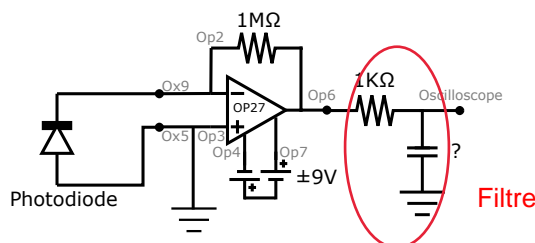

FIGURE 7 – Schéma du circuit de détection avec le filtre passe-bas.
3. Lorsque le signal d'acquisition augmente de façon abrupte, il arrive souvent qu'un pic de haute fréquence soit observé. Pour atténuer ce signal, faites un filtre passe-bas à la sortie du montage. Pour ce faire, faites le schéma de la figure 7 et utilisez la boîte "cap-ranger" pour ajuster la valeur de la capacitance afin de ne plus avoir de pics tout en gardant la forme carrée de l'onde. Notez cette valeur et calculez la fréquence de coupure du filtre que vous avez conçu. La fréquence de coupure d'un filtre passe-bas est donnée par
5. Maintenant, débranchez votre circuit de sur l'oscilloscope et connectez la broche 8 de la carte (entrée AI1) à votre circuit (là où il est écrit "Oscilloscope" sur la figure 7). Ajustez la valeur de la tension pour les deux diodes à 5V (valeur maximale). Vous devriez obtenir un signal autour de 9V, ce qui est le niveau de saturation de notre circuit de détection. Assurez-vous que le mode d'acquisition RSE soit bien sélectionné.